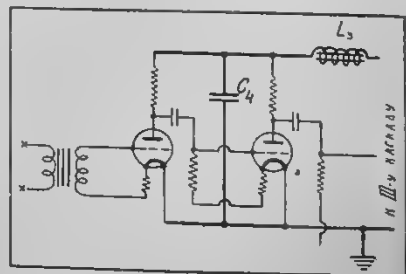

Рис. 2. Питание анодов двух первых каскадов от одной ячейки фильтра
1) В ряде практических случаев, когда к установке не предъявляется особенно жестких требований, даваемого тремя ячейками фильтра сглаживания напряжения достаточно для удовлетворительного питания первого каскада предварительного усиления. Тогда C_5 и L_4 можно не ставить и питать первый каскад непосредственно от L_3 (рис. 2).